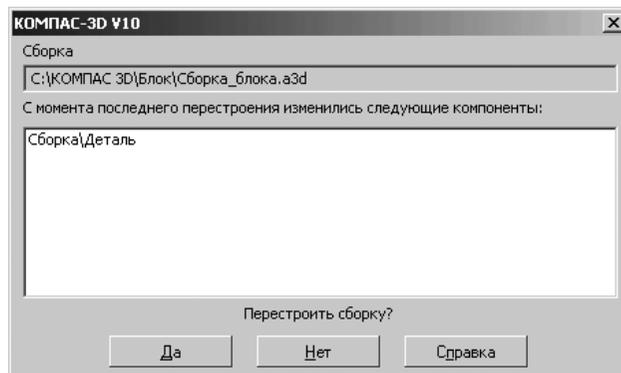

Рис. 6.89. Сообщение системы КОМПАС-3D V10 после выхода из режима **Редактировать на месте**
- щелкните на панели инструментов **Текущее состояние** по кнопке **🔧 Редактировать на месте**. Появится сообщение системы КОМПАС-3D V10 (рис. 6.89);